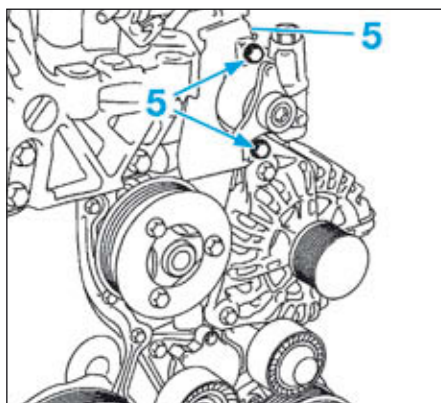

FIG.21
- Déposer les vis de fixation (5) (Fig.21), puis la pompe de direction assistée.